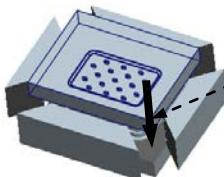
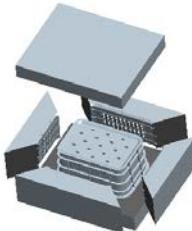

图 16.29 选取移动方向
图 16.30 移动上模后的状态
Step4. 开模步骤 2: 移动上模。选取图 16.29 所示的边线为移动方向, 输入要移动的距离值-1000, 移出后的模型如图 16.30 所示。